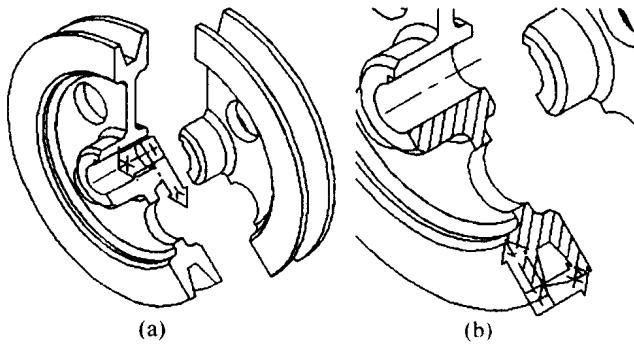

图 1-7
6. 用布尔“并”运算(UNION), 将皮带轮左半个和右下方合二为一。再将右上方小半块实体向外移动若干距离, 如图 1-7(a)所示;
7. 用“三点(3)”选项设置新 UCS,使 XY 坐标平面与倾斜剖面共面,然后对该剖面上画上剖面线(HATCH 命令),结果如图 1-7(b);